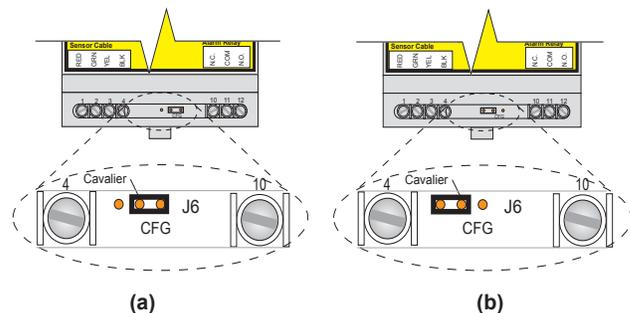

Figure 8. Cavalier de configuration en position de configuration (a) et en position opérationnelle normale (b)
- Avec une petite pince à bec effilé, montez le cavalier de configuration du module TTA-SIM en position de configuration, comme indiqué en Figure 8(a).